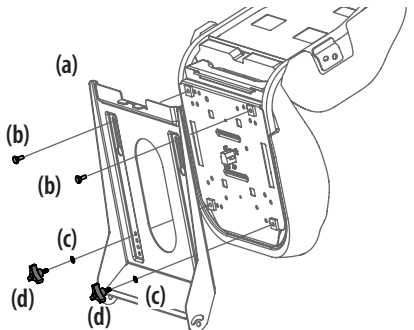

Figura 4
2. Instale el asiento en la bandeja del asiento (a) usando los herrajes proporcionados. Consulte la Figura 4.
- a. Para el asiento que se ajuste con perillas, inserte los pernos (b) en los orificios traseros y trabe la arandela (c) y las perillas (d) en el frente. Ajuste bien. Consulte la Figura 4.